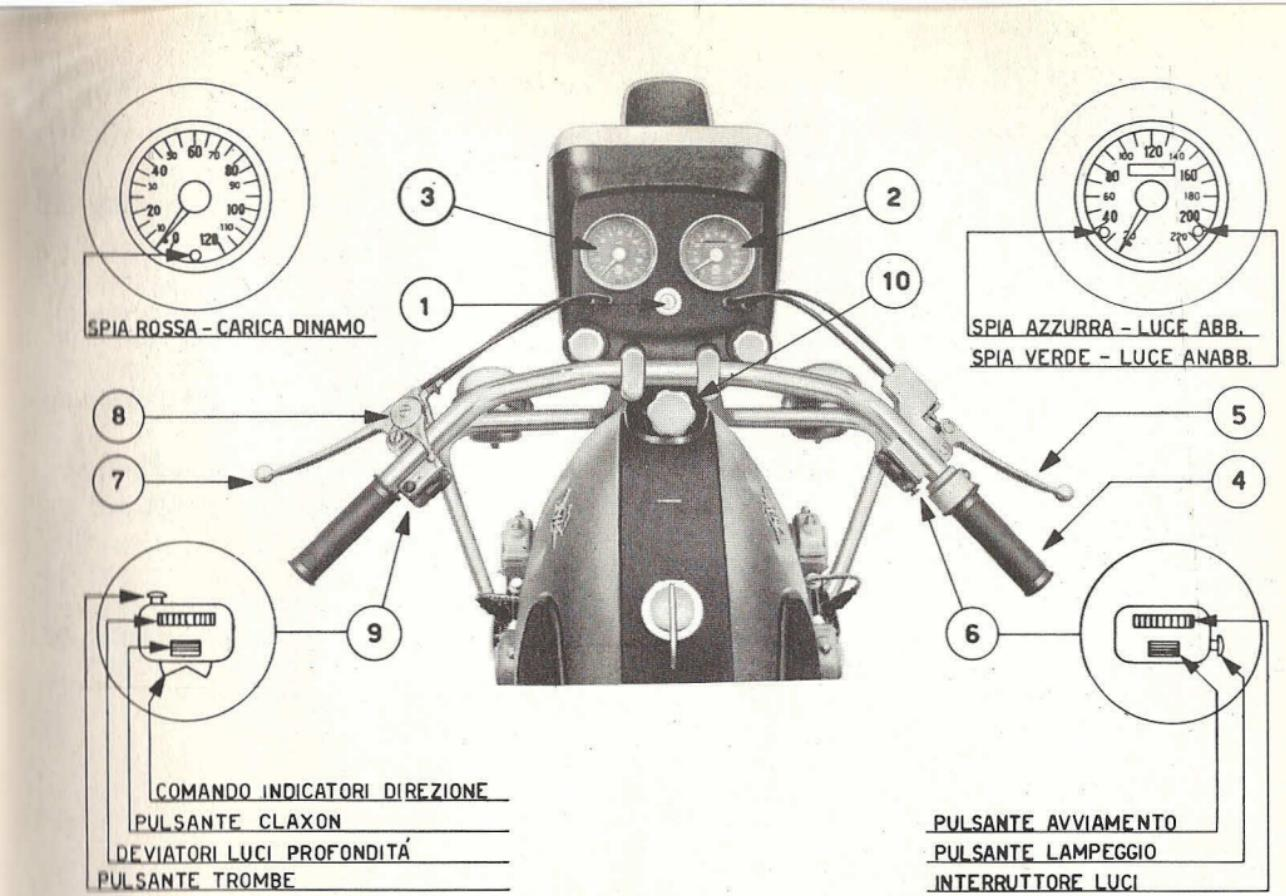
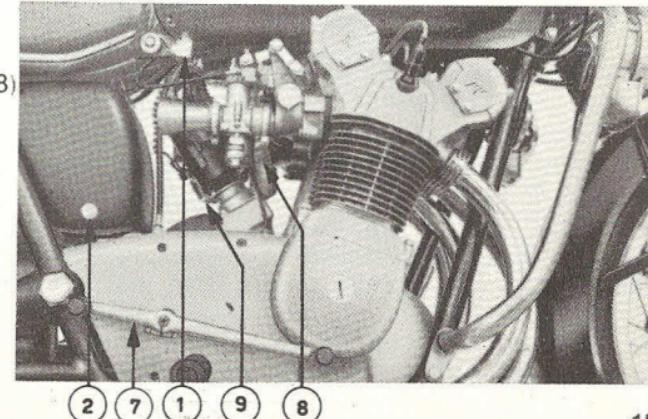

fig. 4.
fig. 6
COMMANDES ET INSTRUMENTS DE CONTROLE (fig. 4)
CONTROLS AND INSTRUMENTS (fig. 4)
— Sul fianco destro del motociclo (fig. 6)
— Right hand side of motorcycle (fig. 6)
- Mediante il pedale 7 fig. 6 accertarsi che il cambio sia in posizione di folle.
- Ruotare la manopola comando del carburatore 4 fig. 4 per 1/4 od 1/5 della sua rotazione totale.
- Ruotare la leva del dispositivo di avviamento 8 fig. 4.
- Introdurre la chiave nel commutatore 1 fig. 4 e ruotarla verso destra fino al primo scatto.
- Premere quindi il pulsante d'avviamento sul dispositivo 6 fig. 4.
- Avec le sélecteur 7 fig. 6 s'assurer que le boîtier soit au point mort.
- Tourner la poignée de commande des gaz 4 fig. 4 pour 1/4 ou 1/5 de sa course.
- Tourner le levier du starter 8 fig. 4.
- Introduire la clé dans le commutateur 1 fig. 4 et la tourner vers droite jusqu'au premier déclic.
- Pousser sur le bouton du démarreur 6 fig. 4.
- By means of foot gear change lever (7) fig. 6 make sure that gearbox is in neutral position.
- Rotate throttle control grip (4) fig. 4 1/4 to 1/5 of its total travel.
- Rotate air control lever (8) fig. 4.
- Introduce ignition key in commutator (1) fig. 4 and rotate clockwise to the first step.
- depress start button on control box (6) fig. 4.
A motore avviato riportare gradualmente la leva del dispositivo di avviamento 8 fig. 4 in posizione di riposo. Evitare inoltre di accelerare subito, specie se a motore freddo, onde dar tempo all'olio di entrare completamente in circolazione.
Eseguire le stesse operazioni sopra indicate. Non è necessario ruotare la leva del dispositivo di avviamento 8 fig. 4.
A motore molto caldo può essere necessario ruotare completamente la manopola comando carburante 4 fig. 4 abbandonandola gradualmente non appena il motore si avvia.
Aussitôt que le moteur a démarré reporter graduellement la manette du starter 8 fig. 4 dans la position initiale. Eviter, surtout si le moteur est froid, de donner tout de suite du gaz, car il faut donner à l'huile le temps d'entrer en circulation.
Exécuter les mêmes opérations que dans le cas précédent. Il n'est toutefois pas nécessaire de tourner la manette du starter 8 fig. 4.
Si le moteur est très chaud il se peut qu'il soit nécessaire de tourner à fond la poignée des gaz 4 fig. 4 la laissant retourner graduellement au point de départ, dès que le moteur a démarré.
air control lever (8) fig. 4 to its previous position. When engine is cold, to allow for oil circulation, avoid operation on large throttle openings.
Repeat starting procedure described above. It is not necessary to rotate the air control lever (8) fig. 4 when the engine is hot, although it may be necessary to completely open the carburetor throttle (4) fig. 4 releasing it by increments as soon as the engine is running.
- Con il motore al minimo tirare a fondo la leva della frizione 7 fig. 4 e innestare la prima velocità spingendo in basso la parte posteriore del pedale cambio 7 fig. 6.
- Avec moteur au minimum serrer à fond le levier de l'embrayage 7 fig. 4 et engager la première vitesse en poussant sur la partie arrière du sélecteur 7 fig. 6.
- With engine idling, pull the clutch control lever 7 fig. 4 and engage the low gear by depressing the foot change lever 7 fig. 6.